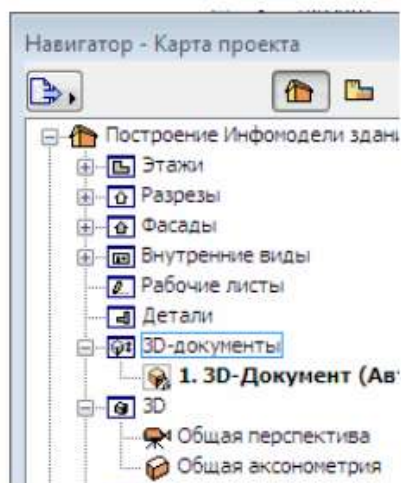

Рисунок 8.25
4. Перейдите к карте проекта навигатора, найдите папку **3D-документы** (рисунок 8.25). Щелкните правой клавишей мышки на имени этой папки и в открывшемся контекстном меню выберите команду **Новый 3D-документ**.